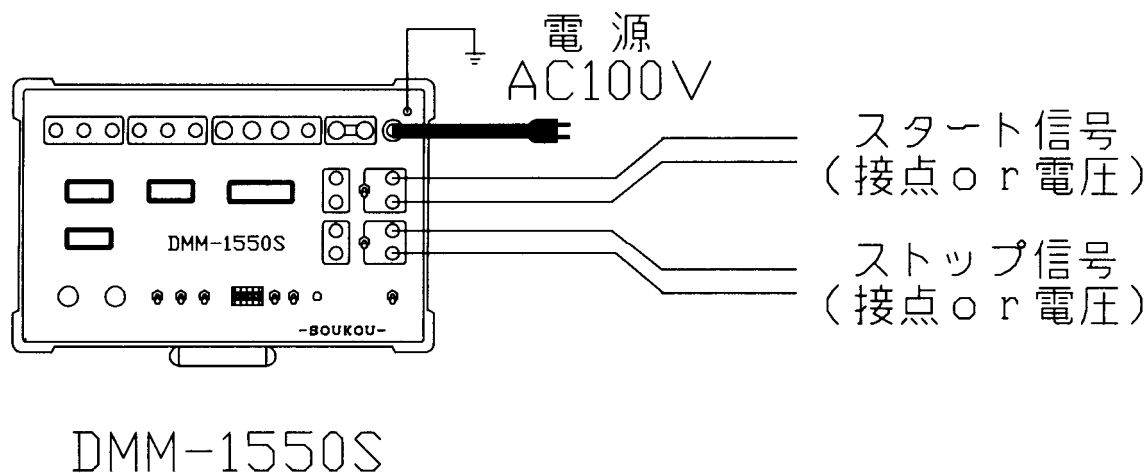

図9：カウンタの測定
4. スタート入力端子に、カウンタのスタート信号用のコードを接続して下さい。（図9参照）
6. ストップ入力端子に、カウンタのストップ信号用のコードを接続して下さい。（図9参照）